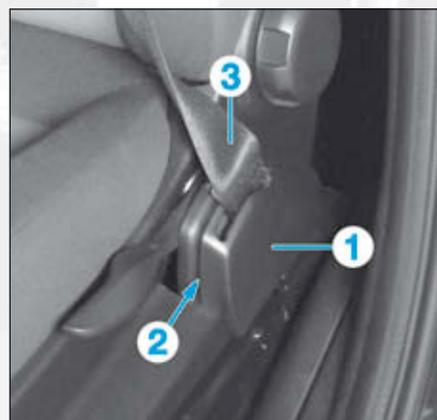
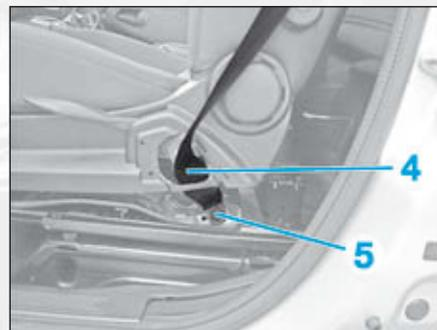

FIG.10
FIG.11
- Dégrafer le cache (1) en (2) à l'aide d'un outil plat non tranchant (Fig.10).
- Dégager la ceinture de sécurité (3) du cache (1).
- le cache (1),
- la vis (4) (Fig.11),
- la boucle inférieure de la ceinture de sécurité (5).